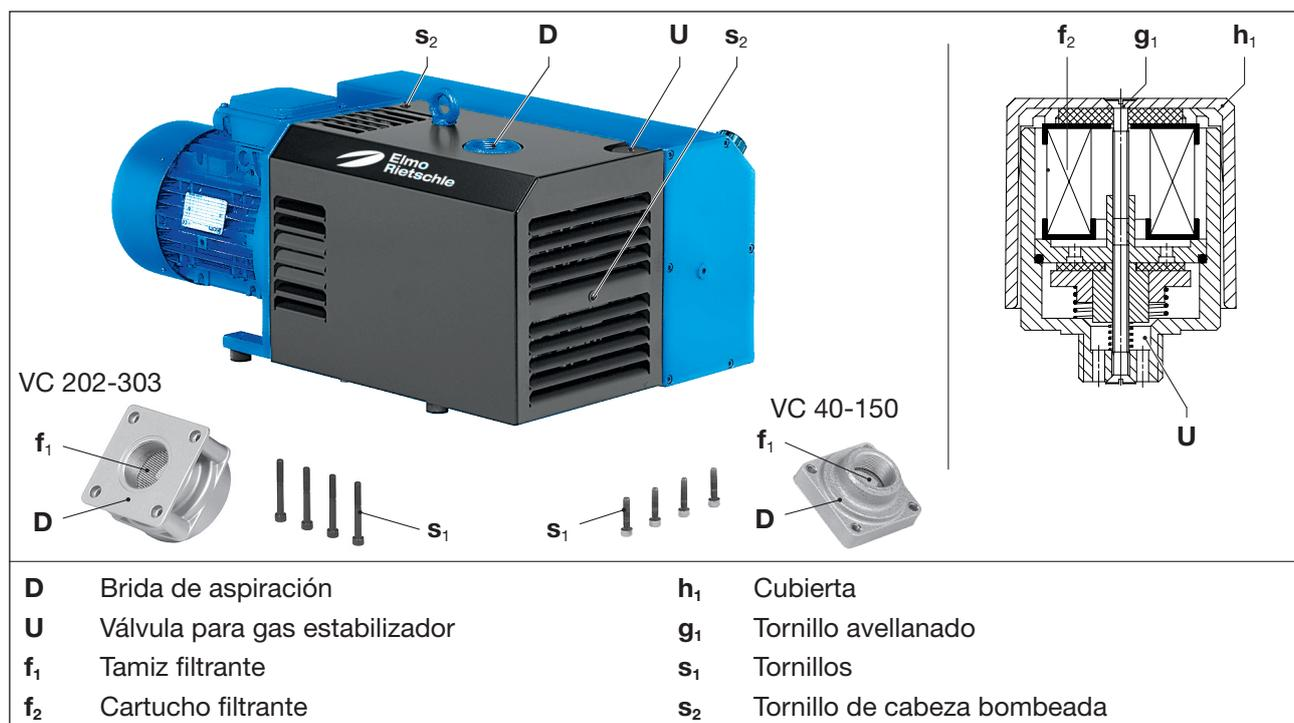

Fig. 6 Tamiz filtrante y válvula para gas estabilizador
Lavar el tamiz filtrante (Fig. 6/f₁) o sustituirlo con mayor o menor frecuencia según el grado de suciedad del medio aspirado.
- b) **VC 40-150:** Aflojar dos tornillos de cabeza bombeada (Fig. 6/s₂) en la cubierta y retirar la cubierta. Retirar la brida de aspiración (Fig. 6/D) tras aflojar los cuatro tornillos (Fig. 6/s₁).
VC 202-303: Retirar la brida de aspiración (Fig. 6/D) tras aflojar los cuatro tornillos (Fig. 6/s₁).
- c) Limpiar el tamiz filtrante (Fig. 6/f₁).
- e) Colocar la brida de aspiración (Fig. 6/D) y fijarla con los tornillos (Fig. 6/s₁).
En las versiones de VC 40-150: Volver a montar la cubierta con los dos tornillos de cabeza bombeada (Fig. 6/s₂).
Las bombas funcionan con una válvula de lastre de gas (Fig. 6/U). Limpiar el cartucho filtrante (Fig. 6/f₂) integrado con frecuencia variable según el grado de suciedad del medio aspirado.
- a) Aflojando el tornillo avellanado (Fig. 6/g₁) y retirando la cubierta de plástico (Fig. 6/h₁), se pueden extraer las piezas del filtro para su limpieza.
- b) Lavar el cartucho filtrante (Fig. 6/f₂) o sustituirlo.
- c) Poner el cartucho filtrante (Fig. 6/f₂) en la válvula, colocar la cubierta de plástico (Fig. 6/h₁) y fijarla con el tornillo avellanado (Fig. 6/g₁). Apretar el tornillo a mano.